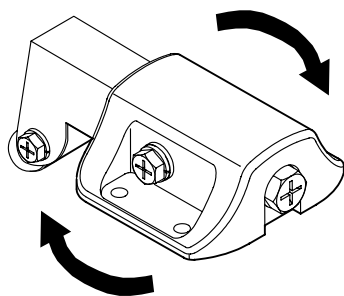

図2-3 吊元ストッパー右勝手
- 吊元ストッパーは、組替えをせずに天地をひっくり返して組付けてください。(図2-3参照)